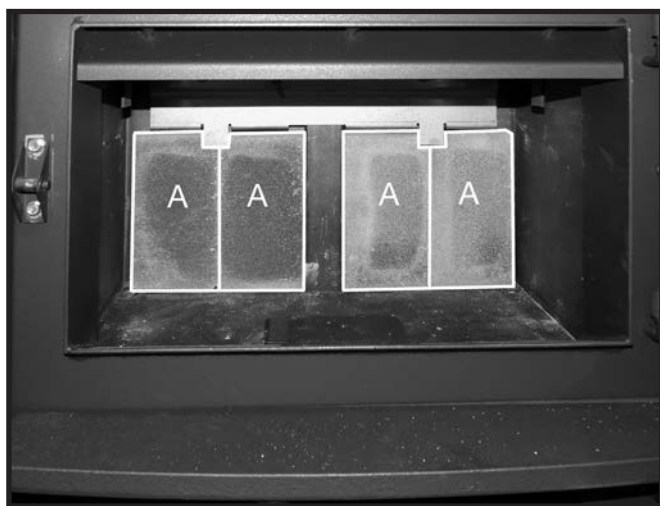

Figure 15: Les autres briques posées sur le mur du fond..
3. Répéter les étapes 1 et 2 pour les briques du mur du fond du côté opposé (Figure 15).